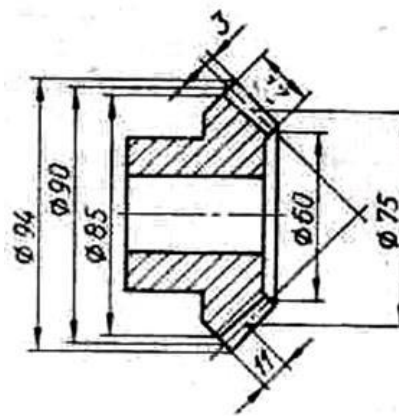

Рис. 10.
3.83. На рис. 10 изображено нормальное прямозубое коническое зубчатое колесо. Сколько у него зубьев?